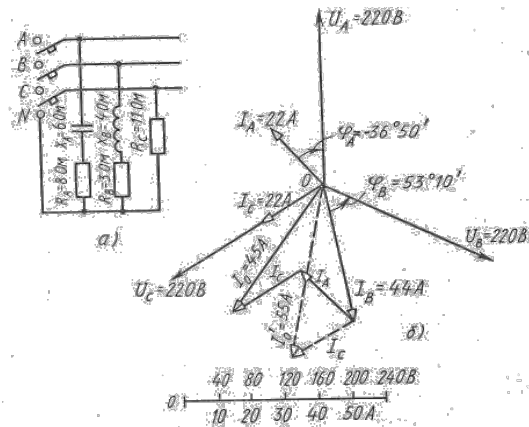

Рис. 3
Пример 3. В четырехпроводную сеть включена несимметричная нагрузка, соединенная в звезду (рис. 3, а). Линейное напряжение сети $U_{\text{ном}} = 380$ В. Определить токи в фазах и начертить векторную диаграмму цепи в нормальном режиме и при отключении автомата в линейном проводе А. Из векторных диаграмм графически найти ток в нулевом проводе в обоих случаях.
4. Для построения векторной диаграммы выбираем масштабы потоку: 1 см - 10 А и напряжению: 1 см - 40 В. Построение диаграммы начинаем с векторов фазных напряжений U_A , U_B , U_C (рис. 3, б), располагая их под углом 120° друг относительно друга. Чередование фаз обычное: за фазой А — фаза В, за фазой В — фаза С. В фазе А угол сдвига φ_A отрицательный, т. е. ток I_A опережает фазное напряжение U_A на угол $\varphi_A = -36^{\circ}50'$. Длина вектора тока I_A в принятом масштабе составит $22/10 = 2,2$ см, а длина вектора фазного напряжения U_A - $220/40 = 5,5$ см. В фазе В угол сдвига $\varphi_B > 0$, т. е. ток отстает от фазного напряжения U_B на угол $\varphi_B = 53^{\circ}10'$; длина вектора тока I_B равна $44/10 = 4,4$ см. В фазе С ток и напряжение U_C совпадают по фазе, так как $\varphi_C = 0$. Длина вектора тока I_C составляет $22/10 = 2,2$ см.
5. При отключении линейного автомата в фазе А на векторной диаграмме остаются фазные напряжения U_B и U_C и продолжают протекать в этих фазах, токи I_B и I_C . Ток $I_A = 0$. Поэтому ток в нулевом проводе I'_0 равен геометрической сумме токов фаз В и С (рис. 3, б). Измеряя длину вектора тока I'_0 , получаем 5,5 см, или 55 А.